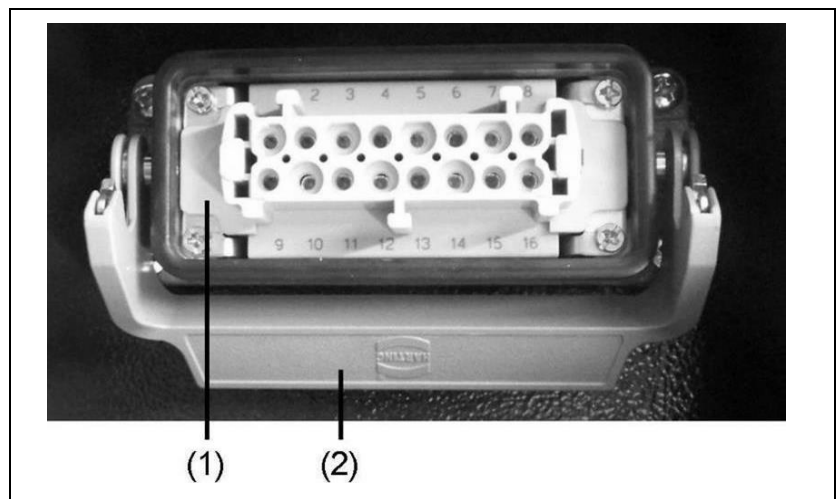

Fig. 5-5: Dispositivo di teleavviamento con presa Harting
1. Ribaltare l'eventuale tappo di protezione della presa del dispositivo di teleavviamento dopo aver sbloccato la staffa (Fig. 5-5-(2)).
2. Inserire la spina del cavo di collegamento teleavviamento - condizione di utilizzo / generatore nella presa del dispositivo di teleavviamento (Fig. 5-5-(1)) e fissarla alla staffa (Fig. 5-5-(2)).